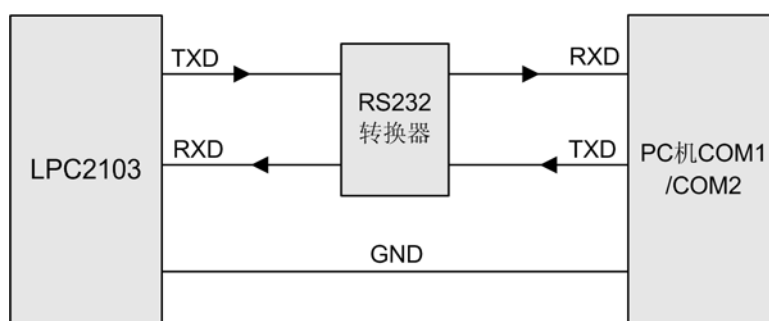

图 4.54 使用串口与 PC 机通讯
- 使用UART与PC机通讯，如图 4.54所示。由于PC机串口是RS-232 电平，所以连接时需要使用RS-232 转换器，LPC2103 就是通过UART0 进行ISP操作的；